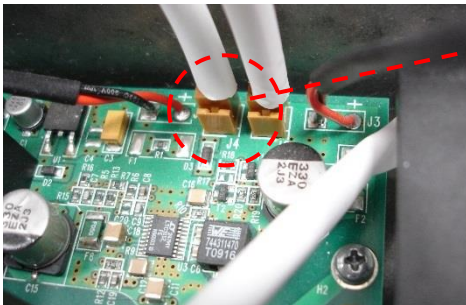

Abb. 6:
- Bei Ausführung **mit Netzteil**: Trennen Sie die ggf. zur Netzausfall-Überbrückung angeschlossenen Modem-Pufferbatterien vom internen Netzteil! (siehe Abb. 6)
- Bei Ausführung **mit Netzteil**: Trennen Sie die ggf. zur Netzausfall-Überbrückung angeschlossenen Modem-Pufferbatterien vom internen Netzteil! (siehe Abb. 6 weiter oben)